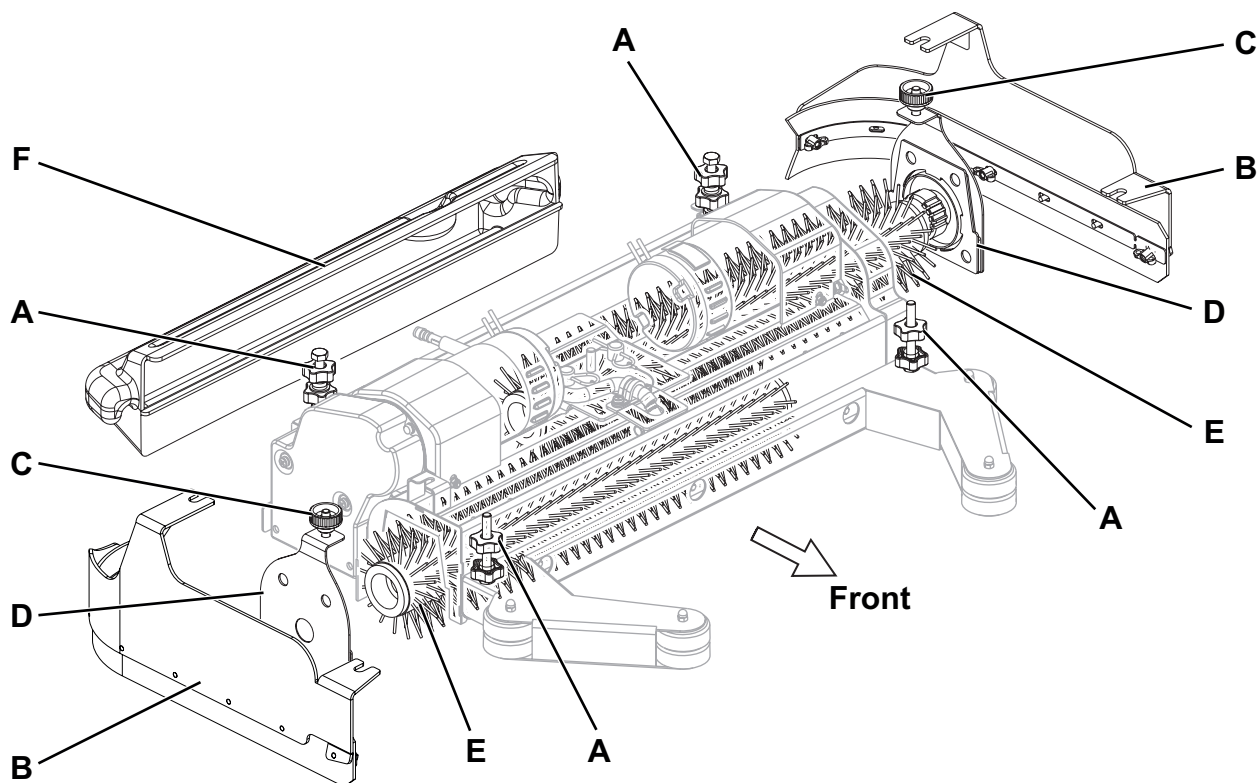

Figure 2
2. Lever la tête en appuyant sur le bouton One-Touch (67).
3. Tourner la clé de contact (58) sur « 0 » et l'enlever.
4. Sur les deux côtés de la machine, desserrer les pommeaux (A, Fig. 2) et enlever les groupes volets latéraux (B).
5. Dévisser les pommeaux (C) et déposer les portillons (D) en poussant les pommeaux vers le bas.
6. Installer les brosses cylindriques (E) ou enlever les brosses pour installer les brosses nouvelles.